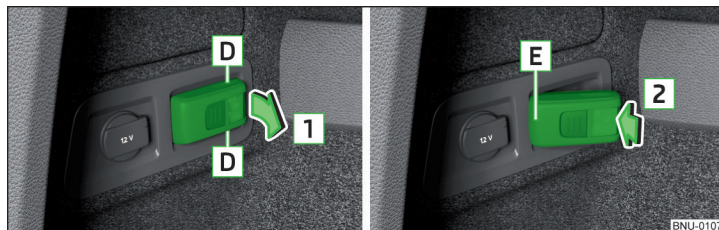

Abb. 153 Leuchte herausnehmen / Leuchte einsetzen
- › Zum **Herausnehmen** die Leuchte im Bereich **D** fassen und in Pfeilrichtung **1** herausschwenken » Abb. 153.
- › Zum **Einsetzen** die Leuchte zuerst mit dem hinteren Teil **E** in die Halterung einsetzen » Abb. 153 und danach die Leuchte in Pfeilrichtung **2** nachdrücken, bis diese hörbar einrastet.